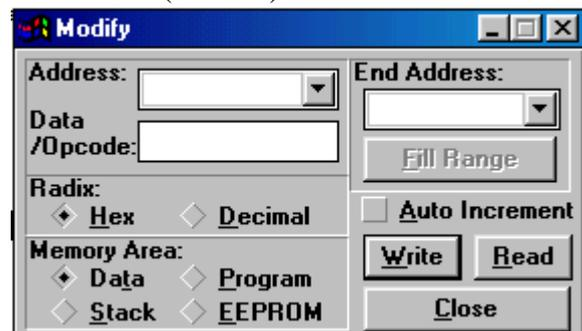

Figura 40.- Cuadro de diálogo de la opción Modify
Se puede modificar el contenido de uno o varios registro en esta ventana. Par ello se pone el puntero del ratón sobre el primer registro que se quiere modificar y pulsando el botón izquierdo se marca el bloque de los registros que se quieren alterar, si sólo se quiere modificar, bastará con ponerse encima de él, seguidamente se pulsa el botón de la derecha y se activa la opción *Fill Register(s)*, lo que hará aparecer la ventana de la Figura 40, en la que se puede ver como aparece la dirección del registro a modificar, una líneas mas adelante se analizan las posibilidades de esta opción.
dialogo de la opción *Modify* (Figura 40) en la que aparecerá ya la dirección del registro seleccionado.
1.12.- Modify: Al activar la opción **Window>Modify...** aparece el cuadro de diálogo **Modify** como el que se muestra en la Figura 40. En este cuadro se permite leer y escribir una posición de memoria o el rango de una posición de memoria. **Modify** puede trabajar en las áreas de memoria siguientes: